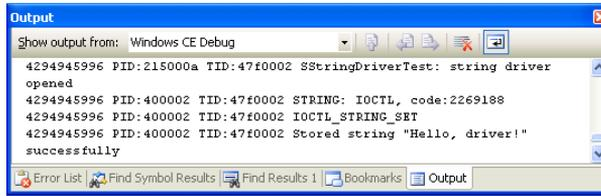

Abbildung 6.12 Eine Debugmeldung vom Zeichenfolgentreiber
9. Im Debug-Fenster sollte die Meldung **Stored String "Hello, driver!"** angezeigt werden, wenn Sie die Anwendung ausführen (siehe Abbildung 6.12).